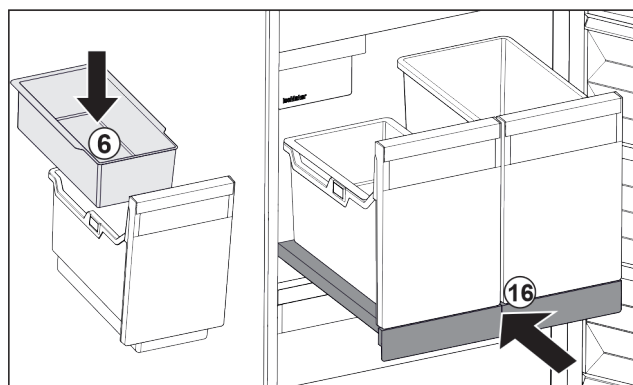

Fig. 146
- ▶ Vsadte závěsnou misku Fig. 146 (6) pro kostky ledu.
- ▶ Zasuňte vysouvací přihrádku s nádobou (IceTower). Fig. 146 (16)